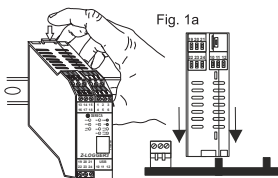

Fig. 1a
- 2) Setzen Sie die hintere Steckverbindung IDC10 des Moduls in einen freien Slot der Halterung für Hutschiene ein, wie auf Abb. 1a gezeigt. (das Einsetzen macht keine Fehler möglich, da die Steckverbindungen gepolt sind).
- 3) Ziehen Sie zur Befestigung des Moduls an der Hutschiene die beiden Haken an der hinteren Steckverbindung IDC10 an, wie auf Abb. 1a gezeigt.